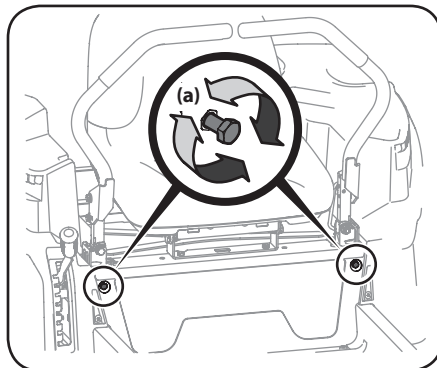

Figure 4-13
2. Repérez les boulons de réglage (a) des barres de conduite à l'avant du châssis du siège. Voir Figure 4-13.